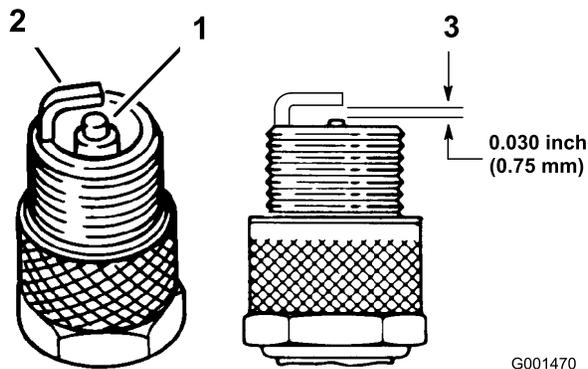

Figura 30
1. Mire la parte central de las bujías (Figura 30).
3. Compruebe la separación entre los electrodos central y lateral (Figura 30).
**Nota:** Si la distancia no es correcta, doble el electrodo lateral (Figura 30).
3. Conecte los cables a las bujías (Figura 30).